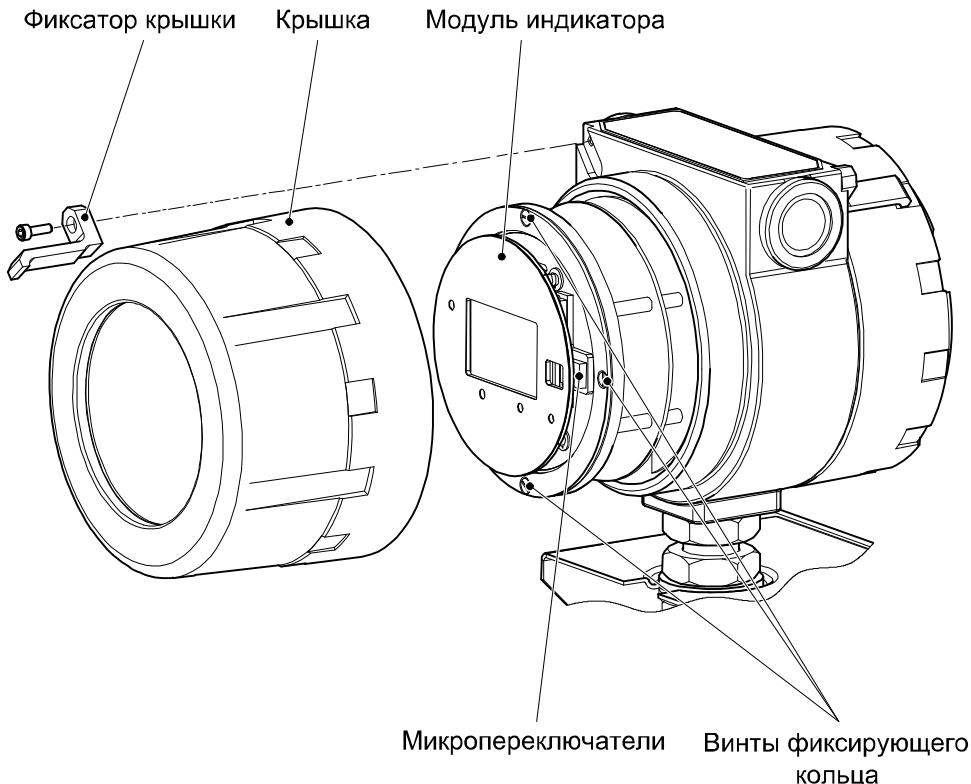

Рисунок 2.12 – Компоненты индикатора.
- 1) Снимите фиксатор крышки, вывернув удерживающий винт (рисунок 2.12);